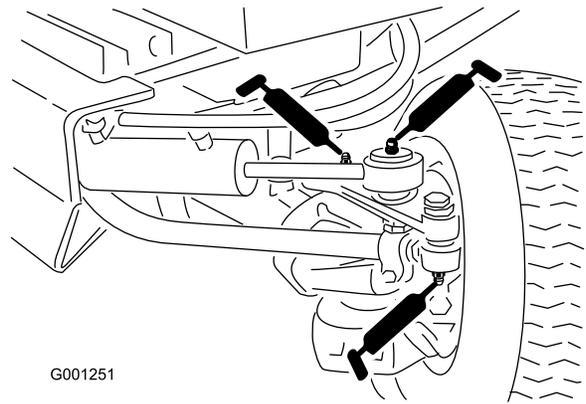

Figura 45
- Rótulas de las barras de acoplamiento (2) (Figura 45)
- Extremos de las bielas (2) (Figura 45)
- Puntos de giro de la dirección (2) (Figura 45)
- Pasador de giro del eje (Figura 45)